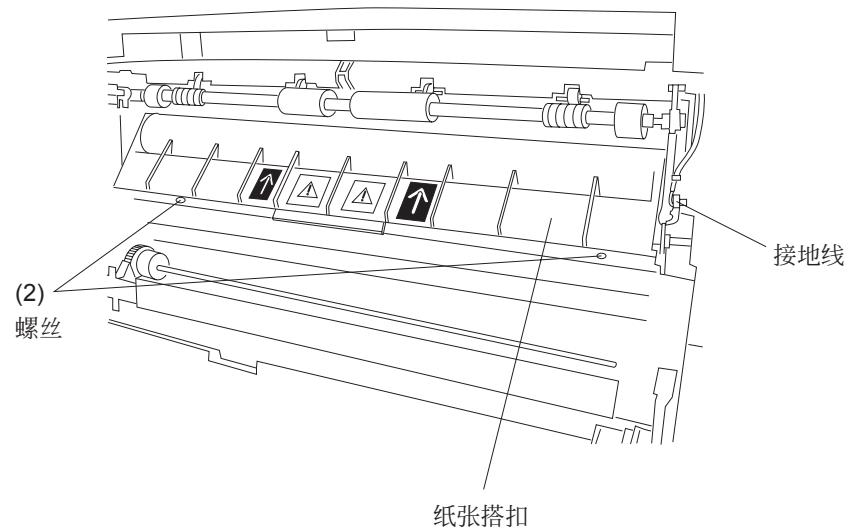

图 1 拆卸定影器组件
如果抓住定影器组件烫的部分则有可能灼伤皮肤，要是必须拆出热的定影器组件，如图 1 所示，抓住黑色塑料框架部分。
3. 拆下定影器组件(图 1)。
3. 拔下定影灯右端线束插头(图 1)。